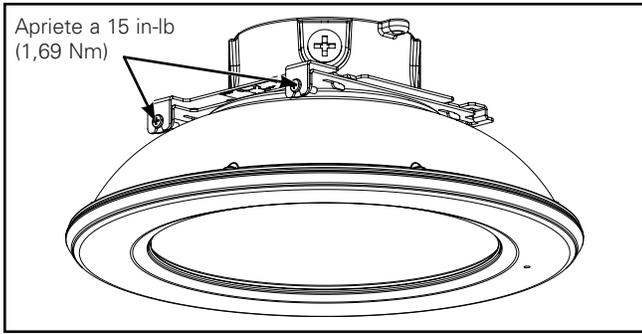

Figura 9.
- Apriete los tornillos de fijación a 15 in-lb (1,69 Nm) (Figura 9).